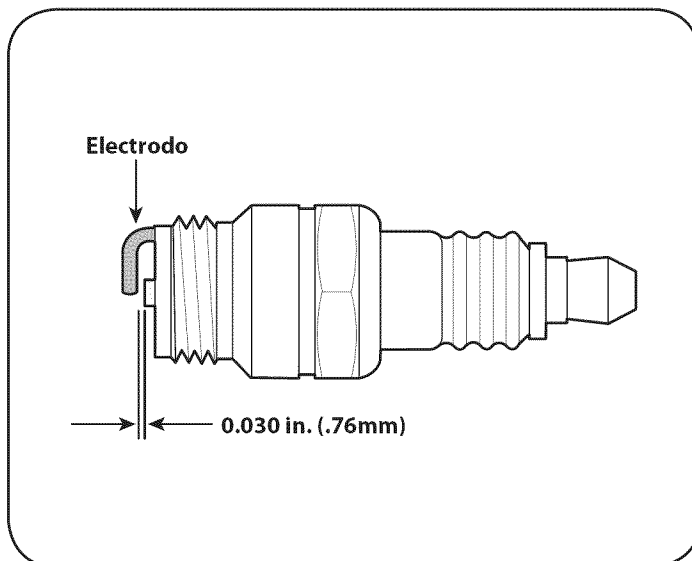

Figura 11
3. Compruebe el entrehierro con un calibrador de alambre. La separación correcta es 0,030 in. (0,76 mm). Vea la Figura 11. Si es necesario, reajuste el entrehierro.